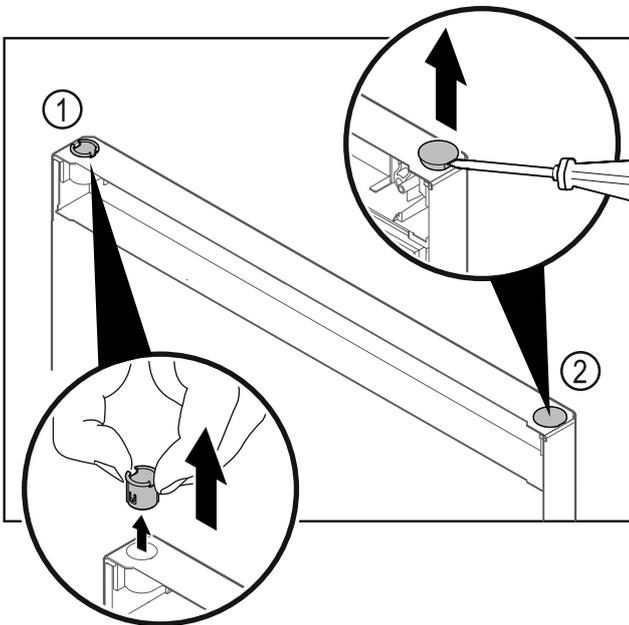

Fig. 22 Puerta del compartimento frigorífico
- ▶ Extraer el casquillo de bisagra Fig. 22 (1) con los dedos.
- ▶ Levantar cuidadosamente el tapón Fig. 22 (2) con un destornillador para tornillos de cabeza ranurada y extraerlo.